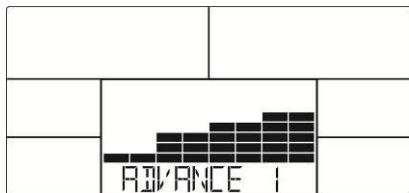

Fig. 14
2. Tryck på (+)(-) för att välja något av de fyra avancerade programmen (fig. 14) och tryck på MODE/ENTER för att bekräfta.